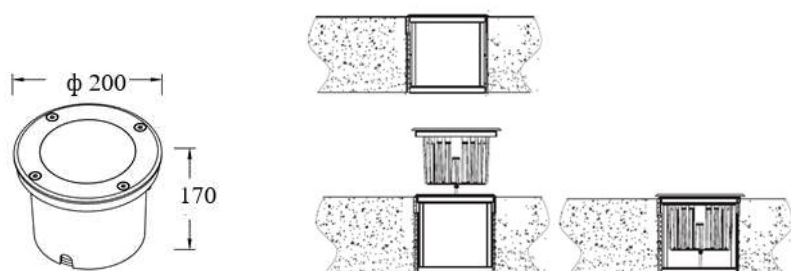

Рис. 1
2.2 Габаритные, установочные размеры и крепежные элементы представлены на рис.1